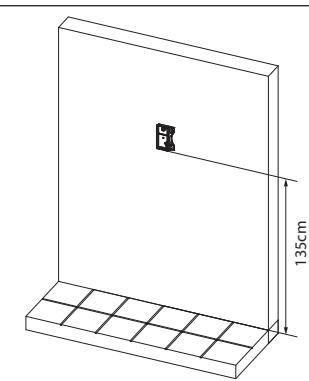
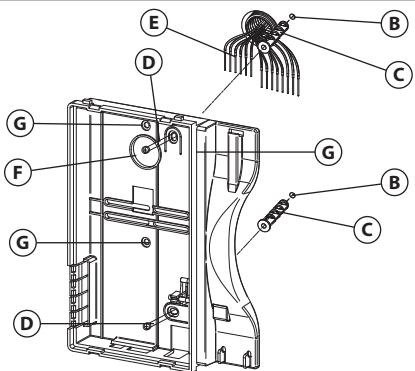

Fig. 5
Fig. 6
- Appoggiare a parete la base del videocitofono ad una altezza di circa 135cm (**Fig. 5**) dal pavimento finito e prendere i riferimenti per i fori di fissaggio **B** (**Fig. 6**), tenendo presente che i conduttori **E** (**Fig. 6**) devono passare attraverso l'apertura **F** (**Fig. 6**). Se per l'uscita da parete dei conduttori si utilizza la scatola da incasso 503, murare la stessa in posizione verticale lasciando circa 140cm tra la base e il pavimento finito.
- Facendo riferimento alla (**Fig. 6**), realizzare i fori **B**, inserire al loro interno i tasselli ad espansione **C** e fissare la base del videocitofono alla parete tramite le viti **D** avendo cura di passare i conduttori **E** attraverso la fessura **F**. Se è stata utilizzata la scatola da incasso 503, fissare a parete la base tramite i fori **G** (a passo con le linguette di fissaggio della 503) utilizzando le viti **D**.